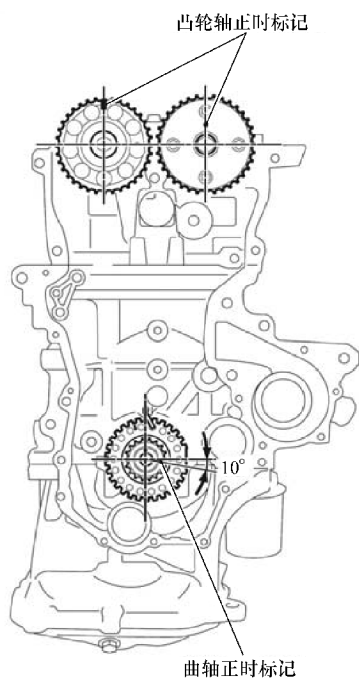

图 11-10 正时 TDC 位置
- ① 确保所有的正时标记都如图 11-10 所示处于上止点（TDC）位置。